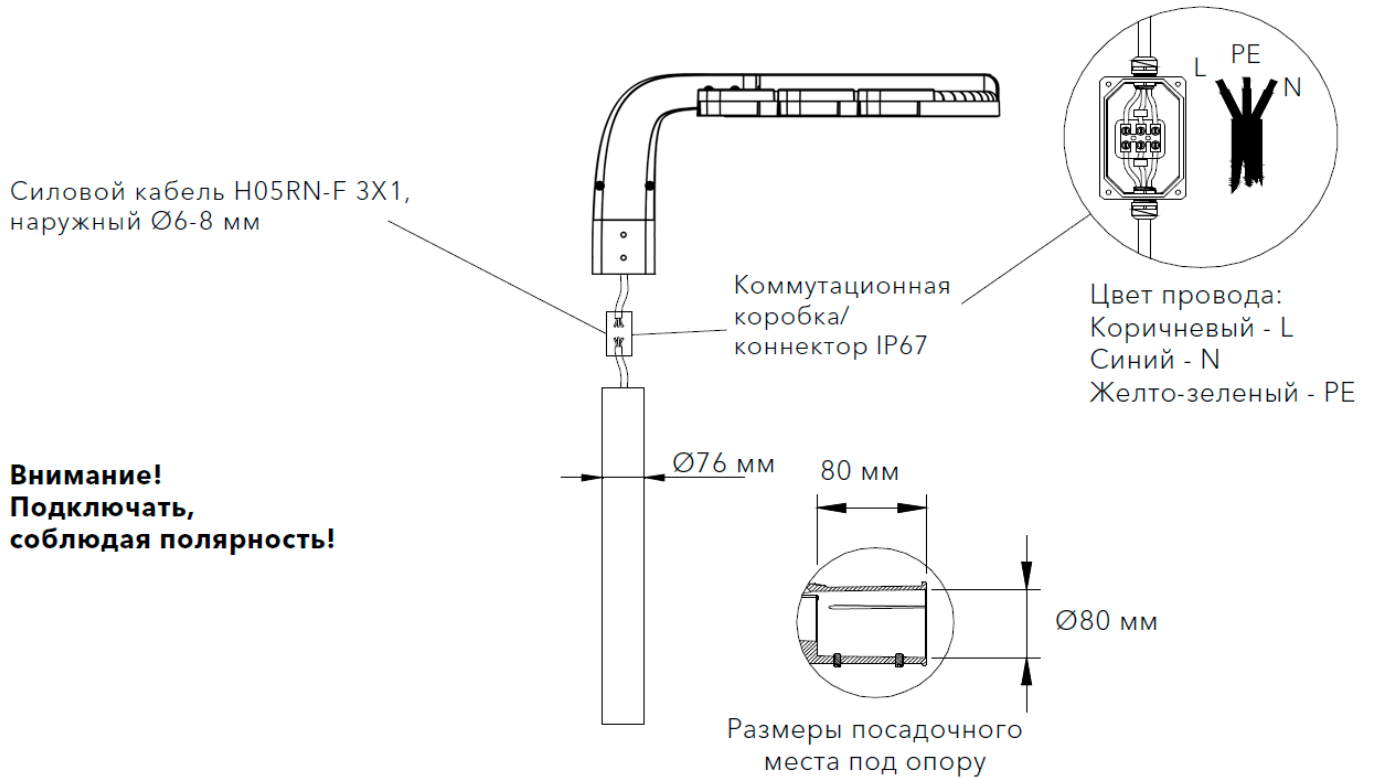

Рис.1
6.3.2 Монтаж светильника на опору осуществляется в соответствии с рис.1.